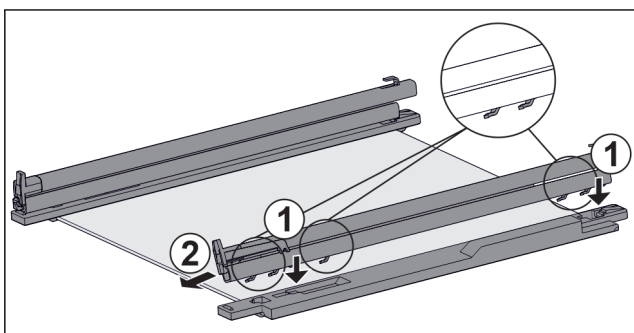

Fig. 160 Skleněná deska s kolejničkami a přídržnými díly
- ▶ Nasadte háčky kolejničky na otvory **levého** přídržného dílu. Fig. 160 (1)
- ▶ Vytáhněte kolejničku dopředu. Fig. 160 (2)
- ▶ Nasadte háčky kolejničky na otvory **pravého** přídržného dílu. Fig. 160 (1)